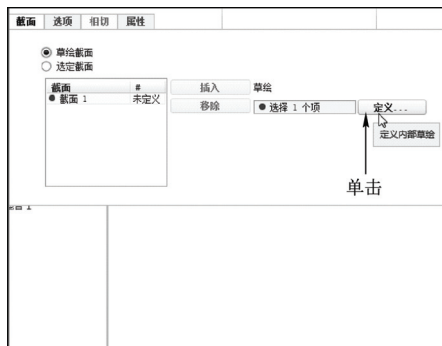

图 9-57 单击“定义”按钮
STEP 02 单击“截面”按钮，弹出“截面”下滑面板，单击“定义”按钮，图 9-57 所示。